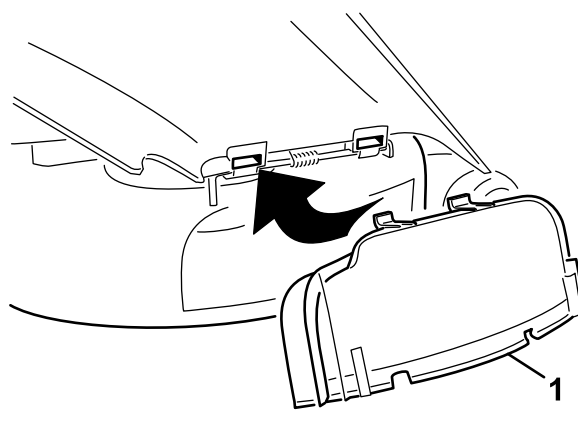

Figura 27
6. Fixe a cobertura de descarga ao rebordo inferior do cortador com 2 parafusos (1/4 x 2-1/2 pol.) e 2 porcas da tampa (1/4 pol.) conforme indicado em Figura 27.
5. Rode a cobertura de descarga para baixo para cima da abertura e para o rebordo inferior do cortador (Figura 27).